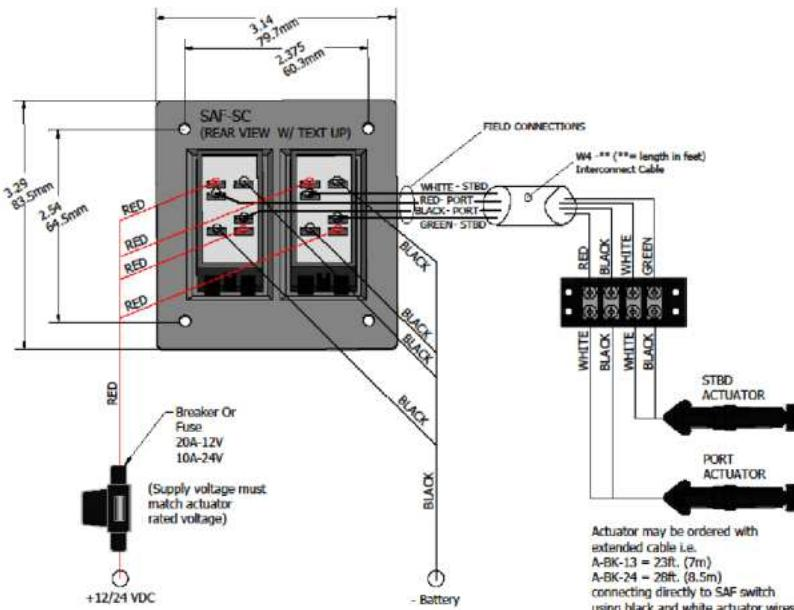

Рис.4
1. В комплекты КА входят актуаторы с удлиненным кабелем длиной 6' (1,8 м) и кабелем длиной 20' (6,1 м) (W4-20) для подсоединения от актуаторов к панели управления (см. рис. 4). Этот кабель также доступен в более длинном варианте. Посетите www.lectrotab.com, дополнительные длины кабелей указаны в разделе Продукция/Отдельные детали и аксессуары.
5. Прижмите вилочные клеммы к обрезанному концу черного кабеля актуатора и подсоедините к клеммной колодке с 4 выступами, как показано на рис. 4.
6. Прижмите вилочные клеммы к обрезанному концу 4-жильного серого кабеля (W4-20) и прикрепите к клеммной колодке с 4 выступами, как показано на рис. 4.
2. Если для подключения переключателя к актуаторам используется кабель W4-**, проложите отрезанный конец кабеля от клавищного переключателя к клеммной колодке транца. Нажимной клеммный конец 20-дюймового (6,1 м) 4-жильного кабеля 14 AWG (2,08 мм кв.) подключается к переключателю (комплекты КА) или проложите более длинный 23-футовый (7 м) кабель актуатора непосредственно к клавищному выключателю (комплекты ХКА). Подсоедините кабель к переключателю, как показано на рис. 4.
3. Подключите плавкий источник питания 12 В постоянного тока, как показано на рис. 4. Напряжение источника питания должно соответствовать напряжению актуатора.